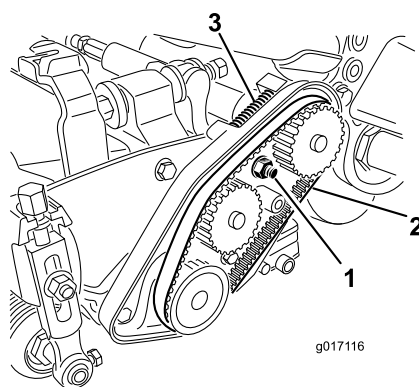

**Figure 45**
1. Desserrez le boulon à embase qui fixe le couvercle de la courroie et déposez le couvercle pour exposer la courroie (**Figure 45**).